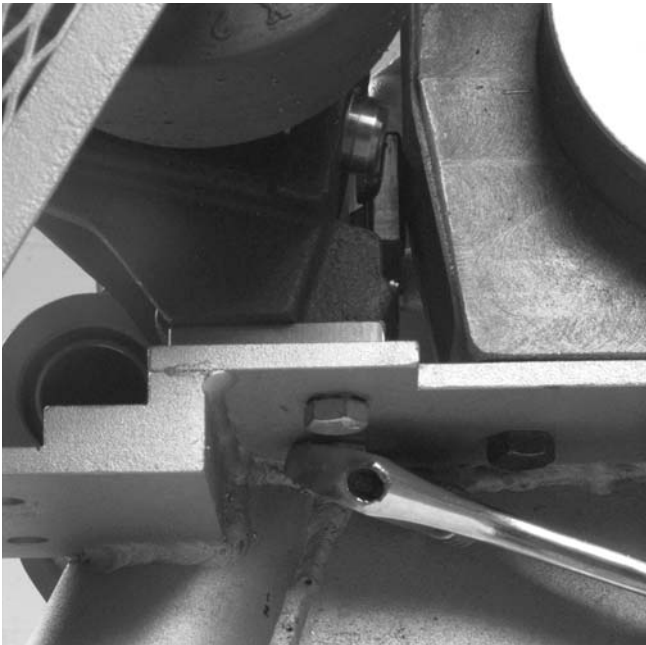

Figure 11 – Retrait des boulons de fixation du stabilisateur
1. Enlevez les deux boulons de fixation du stabilisateur à l'aide d'une clé ou d'une douille de $\frac{9}{16}$ po (Figure 11).